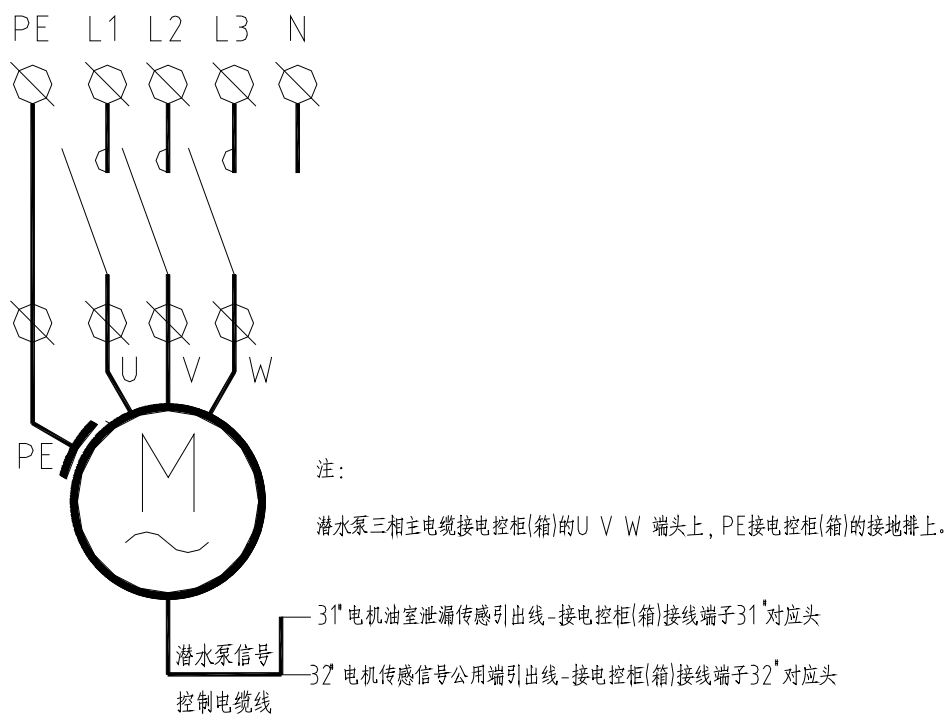

图 7 潜水搅拌机接线示意图
- (1)  首先组织安装人员必须详细阅读使用说明书，熟悉设备安装图中的结构、作用和特点，并了解设备的有关技术要求，避免使用或操作不当而损坏机器。
- (2) 仔细检查实际使用条件是否与规定的使用条件一致，检查池深及基础条件是否符合要求。
- (3)  设备开箱应有专人负责，开箱后，应按照装箱单检查设备零部件是否完整，有无损坏。必要时进行检修，清洗和涂油，然后放整齐并用油布或塑料布盖好。
- (4)  应由一名合格的电工，用 0~500V 兆欧表，检查电机电缆三动力芯线（U、V、W）对地冷态绝缘电阻不得低于 5 兆欧。**严禁用兆欧表检查控制芯线，避免损坏搅拌机内部的电器元件，而应用万用表检查控制线。**
- (5)  检查电压一定要在铭牌上标出的额定电压±5%的范围内。如果电源离搅拌机的使用距离较远时，要考虑线损，电缆的截面积应加大，接头应尽可能少，**且接头处做密封处理，以防漏水**；另外考虑维护检修的方便，建议设置机旁端子箱。
- (6)  潜水搅拌机配有专用控制柜，使用前应仔细阅读其说明书，并检查设备接线是否正确；启动装置是否灵活，触头接触是否良好；启动设备的金属外壳是否可靠接地；检查所有接线处有无松动，并重新逐处紧固一次。
- (7)  潜水搅拌机上的动力芯线、接地线和控制芯线应与控制柜（箱）的接线头一一对接，如图 7 所示。**潜水搅拌机的接地线为双色线（黄/绿），为保证安全，必须连接牢靠。**